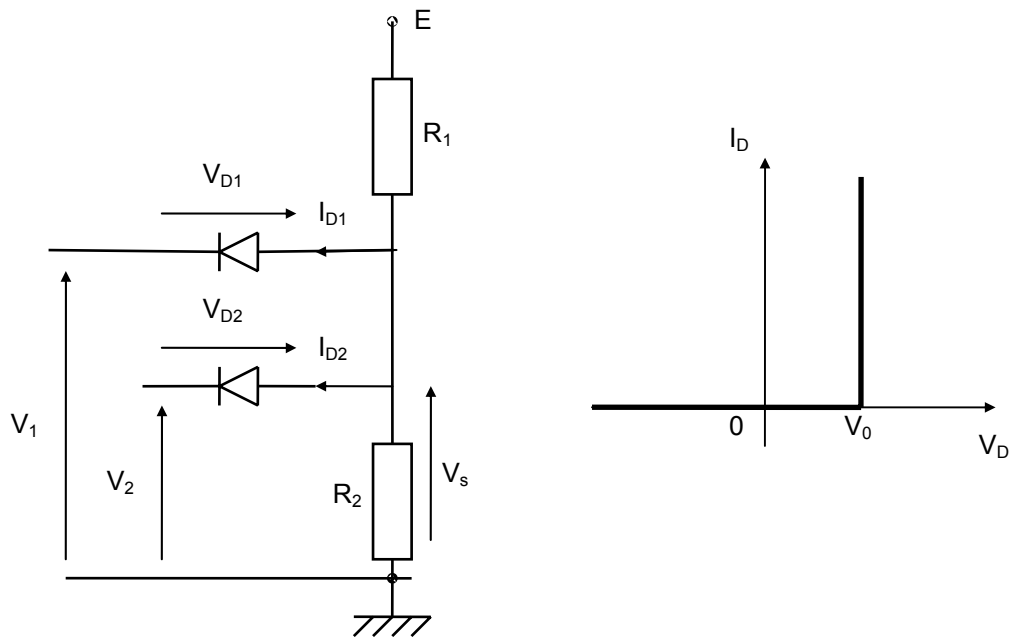

Figure 47
4. On considère le montage de la Figure 47 dans lequel les diodes ont pour caractéristique la courbe  $I_D = f(V_D)$  de la figure 2.